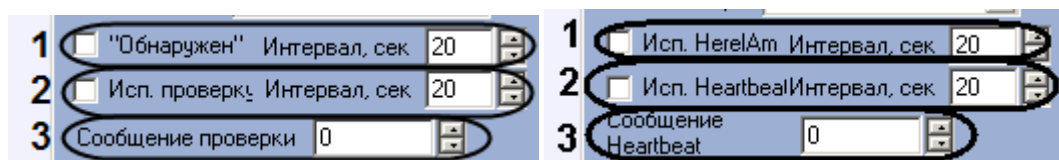

Рис. 3.6—5 Настройка сообщений контроллера
Настройка сообщений контроллера осуществляется на панели настроек соответствующего объекта (Рис. 3.6—5).
1. Если требуется в **Протокол событий** опрашивать сообщения о том, что с контроллером установлена связь и он доступен, необходимо установить флажок **“Обнаружен”** и задать интервал отправки данного сообщения в секундах в поле **Интервал** (см. Рис. 3.6—5, 1).